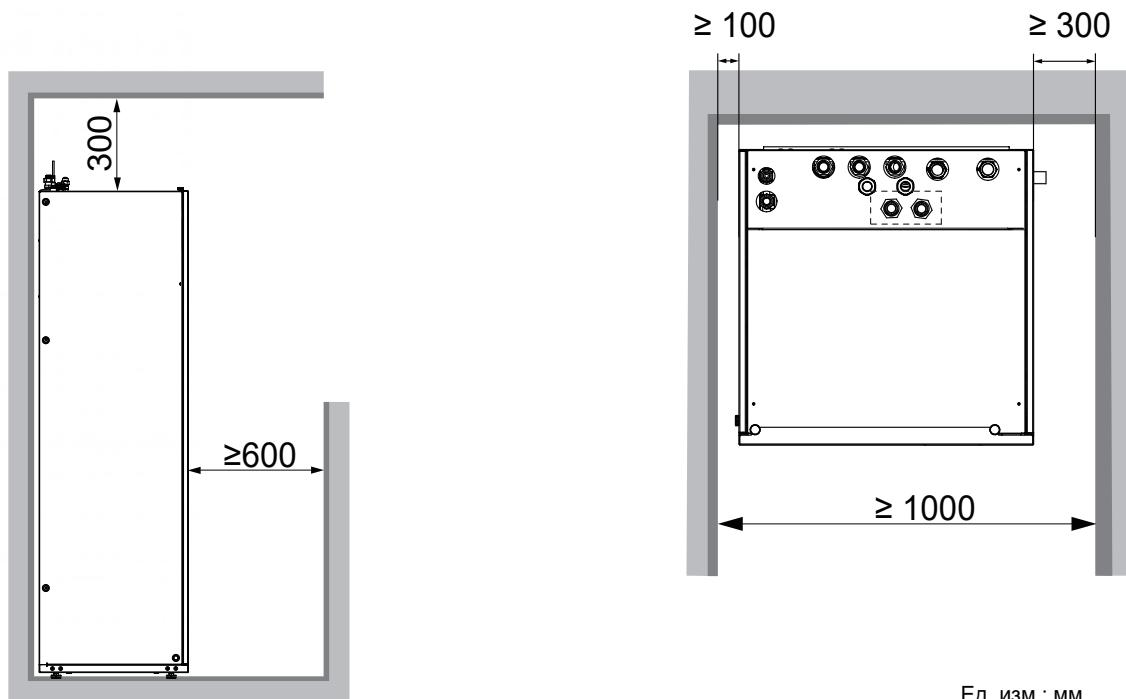

Рис. 4-2
- Пространства вокруг блока достаточно для обслуживания (см. рис. 4-2).